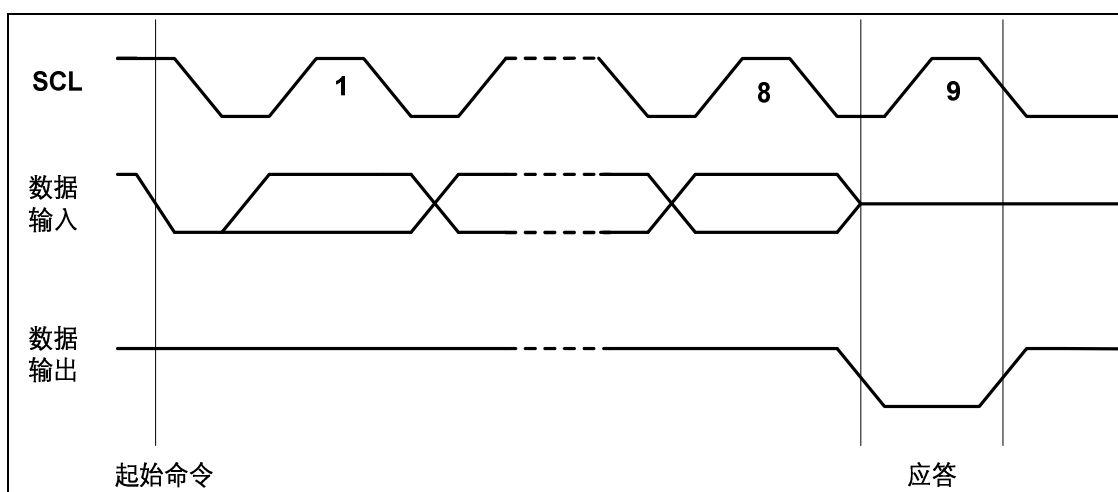

图 4-4 输出应答(ACK)
**输出应答：** SDA 上的数据都是以 8 位为一组串行输入和输出的，MSB 先发，接收方在收完每个字节后应当在第 9 个周期回发一个回应 acknowledge 位（以下简称 ack），ack 的时钟由主机提供。发送方在 ack 期间悬空 SDA，接收方须将 SDA 拉低，确保 ack 时钟高电平期间 SDA 为低，形成有效的 ack 信号(参见图 4-4)。